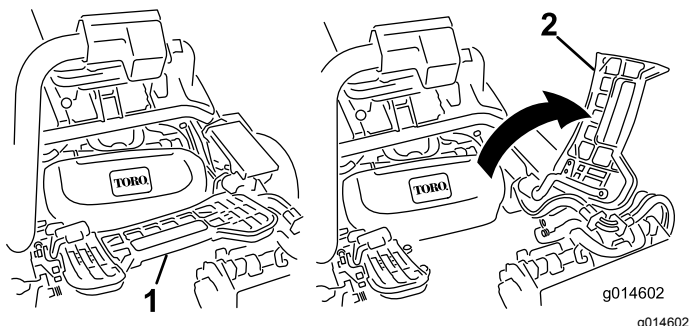

Figure 10
3. Si le plateau de coupe central est monté, relevez le repose-pieds pour accéder à la position du plateau de coupe central (Figure 10).